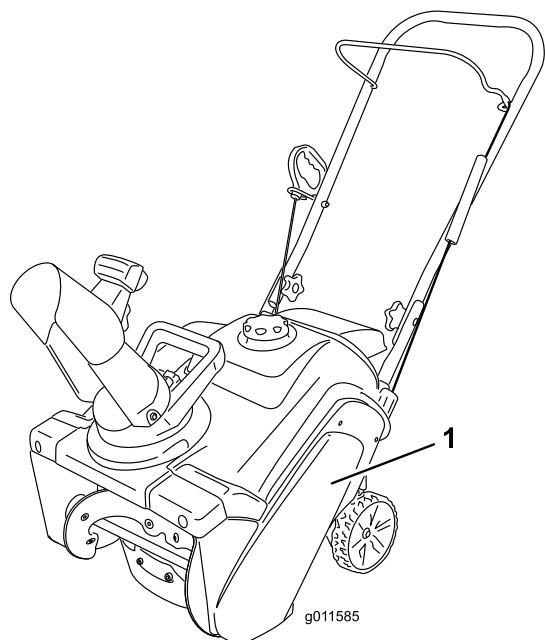

Figure 32
1. Enlevez les 4 boulons qui fixent le couvercle de la courroie d'entraînement (Figure 32) en place.